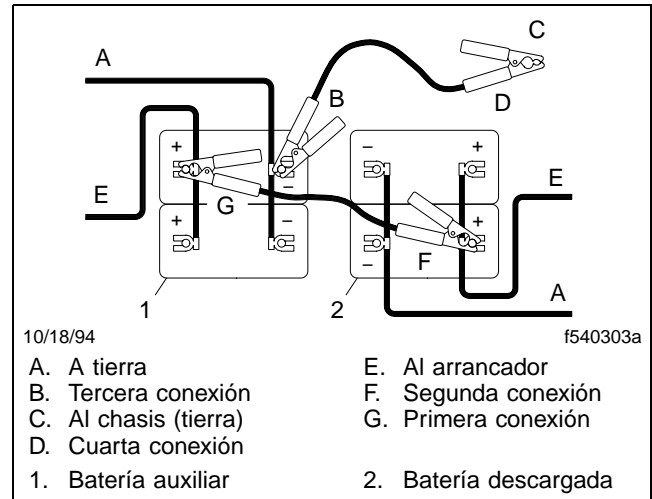

Figura 11.2, Conexiones de los cables de puente
2. Conecte un extremo de un cable de puente al terminal positivo de la batería elevadora de voltaje (o al borne para arranque con cables de puente, si así está equipado), y el extremo opuesto del cable al terminal positivo de la batería descargada (o al borne para arranque con cables de puente, si así está equipado). Vea la **Figura 11.2**.